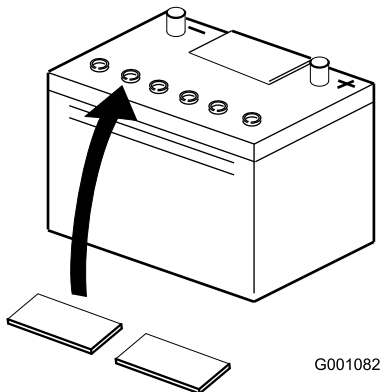

Bild 6
3. Reinigen Sie die Oberseite der Batterie und nehmen Sie die Entlüftungsdeckel ab (Bild 6).
6. Drehen Sie die Entlüftungsdeckel wieder auf (Bild 6).